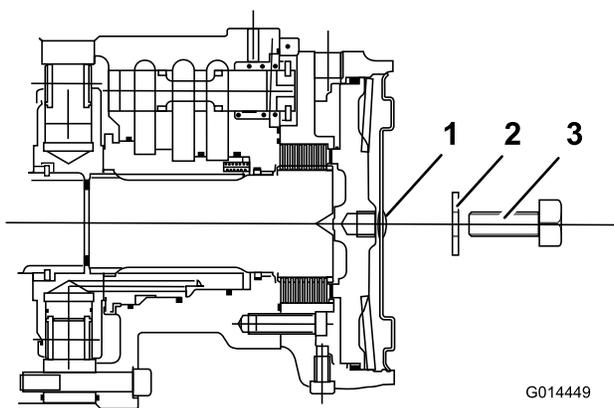

Figura 46
6. Identifique o conjunto de travões de disco do motor da roda da frente do lado esquerdo e repita o procedimento anterior (Figura 46).